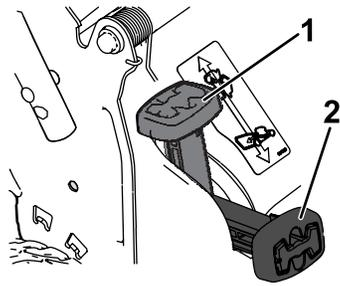

Figura 12
- **Para ensacar los recortes de hierba y hojas,** presione el botón de la palanca de ensacado a demanda y mueva la palanca hacia delante hasta que salte el botón de la palanca (Figura 12).